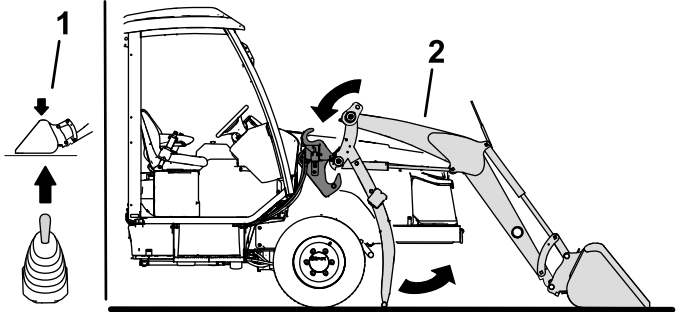

Figura 55
6. Arranque el motor y utilice el joystick de la cargadora para bajar los brazos de carga e introducirlos en los soportes del bastidor de la cargadora (Figura 55).